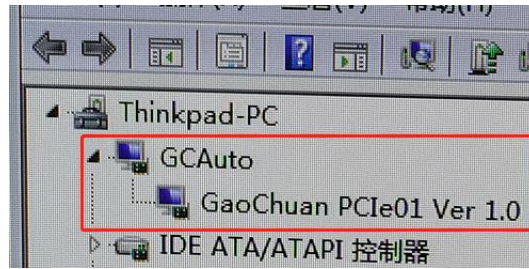

图 1.1.3 驱动安装信息
(3) 从设备管理器中查看 PCIE 控制卡安装的驱动如图 1.1.3 驱动安装信息；